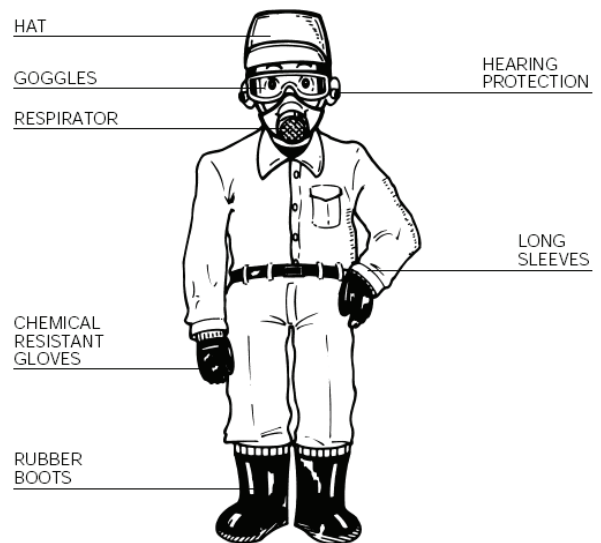

Fig 11
(1) Lea el manual cuidadosamente y comprenda como usar la máquina antes de usarla.
(2)Vestimenta adecuada (Fig.11)
- (3) Las siguientes personas no deben operar la máquina.